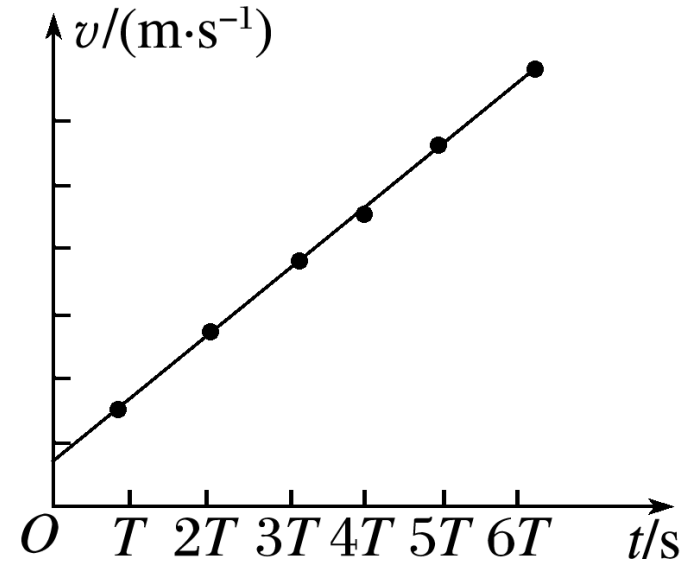

图 3
② 利用 $v - t$ 图象求 a ：求出 A 、 B 、 C 、 D 、 E 、 F 各点的瞬时速度，画出如图 3 所示的 $v - t$ 图线，图线的斜率就等于加速度 a .